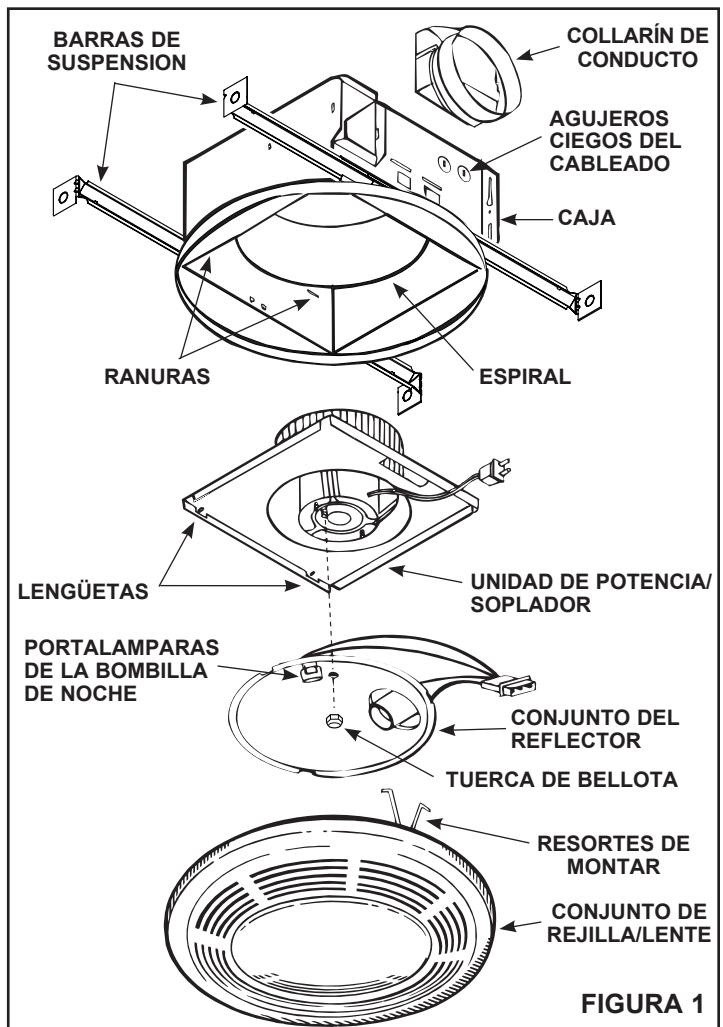

FIGURA 1
1. Refiérase a la Figura 1. Saque el conjunto de la unidad de potencia/soplador de la caja.
1. Refiérase a la Figura 1. Coloque la unidad de potencia/soplador en la caja para que las lengüetas de la placa de montaje se inserten en las ranuras de la caja.
4. Refiérase a la Figura 1. Saque la unidad de potencia/soplador de la caja.